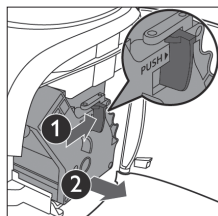

図 1
4. PUSH ボタンを押しながらブルーイングユニットをつかんで水平に引き、本体から取り外してください。(図 1 参照)